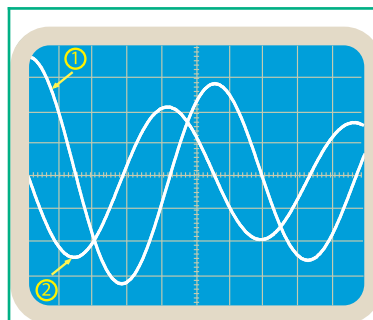

Fig. 2 : Oscillogrammes ① et ②
On fixe  $R_0$  à  $100 \Omega$ , et on réalise les branchements avec les réglages indispensables à la visualisation de la tension  $u_C = u_{BM}$  aux bornes du condensateur sur la voie  $Y_1$  et la tension  $u_{R_0} = u_{AM}$  aux bornes du résistor sur la voie  $Y_2$  d'un oscilloscope à mémoire (Fig.2).
On charge le condensateur en plaçant le commutateur  $K$  sur la position 1. En basculant le commutateur  $K$  sur la position 2, les chronogrammes ① et ② de la figure 2 apparaissent sur l'écran de l'oscilloscope.
2°) Montrer que le chronogramme ① de la figure 2 correspond à la variation de la tension  $u_C$  et qu'il traduit l'évolution, au cours du temps, de la charge  $q$  du condensateur.
3°) Montrer que le chronogramme ② de la figure 2 traduit l'évolution au cours du temps de l'intensité  $i$  du courant électrique qui s'établit dans le circuit RLC série.